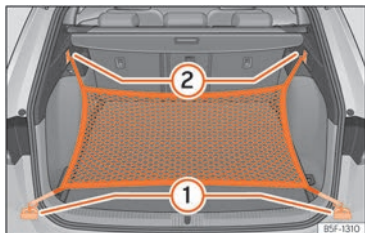

Fig. 120 Dans le coffre à bagages : œillets ① et crochets ② pour accrocher le sac pour filet.
- Fixez les crochets courts du filet aux œillets d'amarrage »» fig. 120 ① »» ⚠. La fermeture à glissière du sac doit rester vers le haut.
- Fixez les rubans aux crochets pour accrocher des sacs ②.